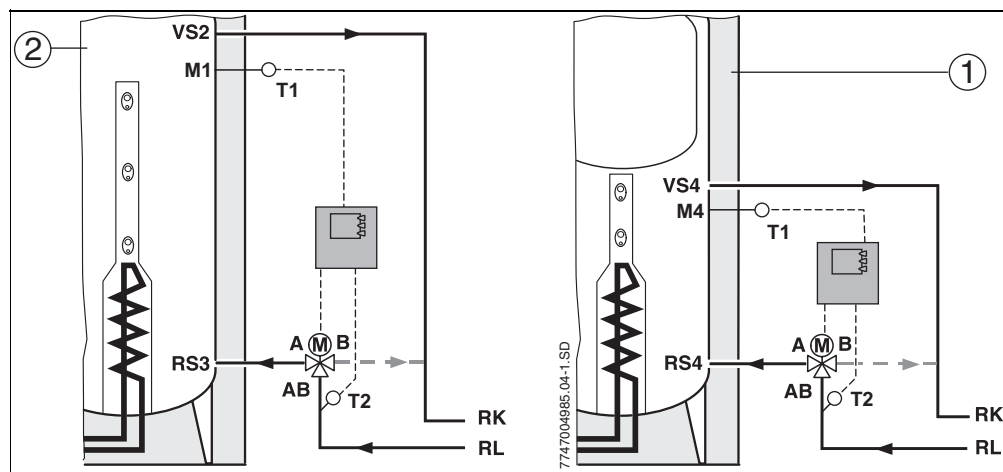

Bild 6 Rücklaufanhebung bei Pufferspeicher (links) und Kombispeicher (rechts)
In Bild 6 ist ein Ventil dargestellt, das im stromlosen Zustand den Weg von AB zu B frei gibt. Sobald die Temperaturdifferenz (→ Tab. 7, Seite 19) erreicht ist, schaltet das Ventil um von AB zu A.
- 3-Wege-Ventil im Rücklaufrohr zwischen Pufferspeicher (→ Bild 6, Pos. 2) oder Kombispeicher (→ Bild 6, Pos. 1) und Heizkessel montieren.